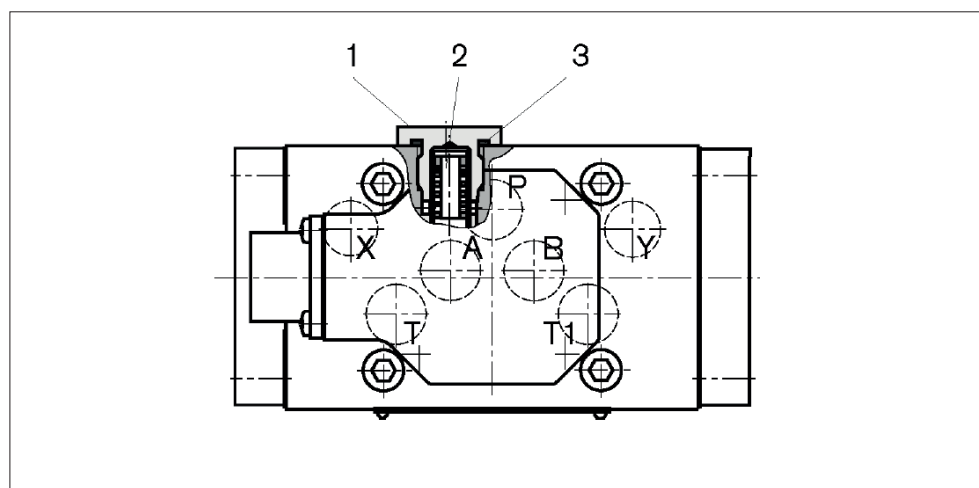

Abb. 3: Filterelement
Austauschbares Filterelement mit FKM-Dichtung und FKM-Profilabdichtung Pos. (3) in Abb. 3 für Filterschraube M16x1	R9611001950